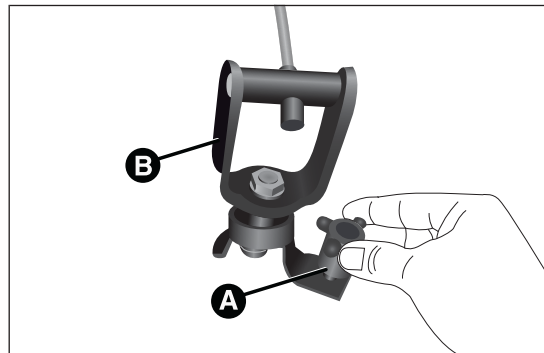

fig. 38
- ☐ volver a apretar el dispositivo A fig. 38 en el soporte de fijación B;